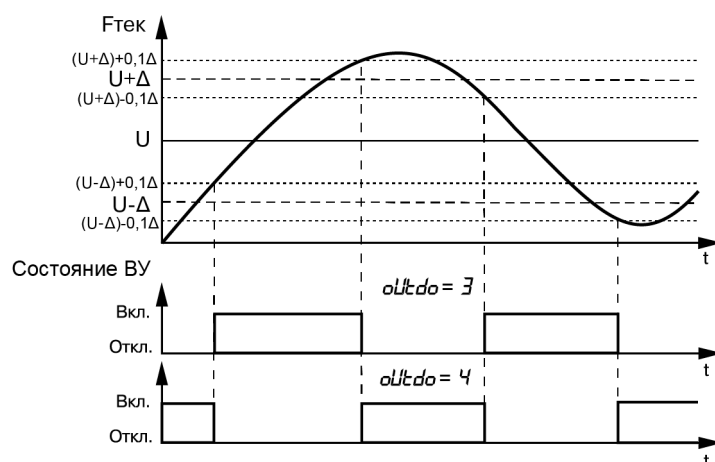

Рисунок 7.7 – Типы логики (П- и U-образная) при работе ВУ в качестве компаратора
1. При П- или U-образной логике для подавления дребезга при переключениях существует дополнительный гистерезис срабатывания 5 % от диапазона между границами ( $2\Delta$ ) (см. рисунок 7.7).